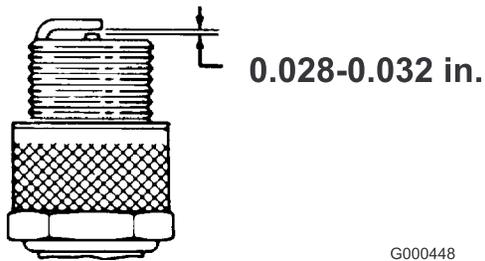

図 31
3. エア・ギャップを0.7～0.8 mmに調整する（図 31）。点火プラグをエンジンに取りつけて、2.35kg・mにトルク締めする。